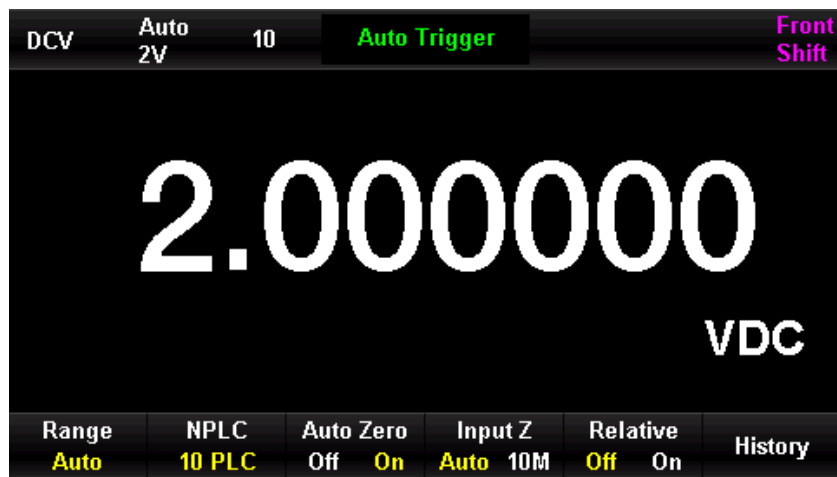

Abbildung 2-10 Menü zur DC-Spannungsmessung
1. Drücken Sie die Taste , um das Menü Gleichspannungsmessung aufzurufen, wie in Abbildung 2-10 gezeigt.